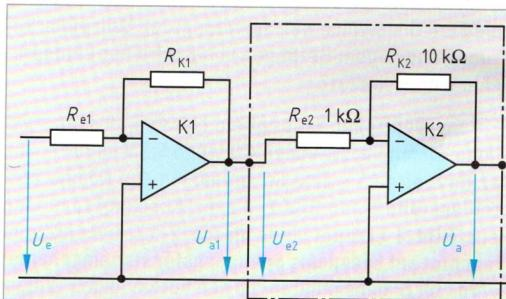

Bild 2: Invertierende Verstärkerschaltung
- Ein invertierender Verstärker mit dem Operationsverstärker K2 mit  $V = 10$  (**Bild 2**) soll mit einer Zusatzschaltung so ergänzt werden, dass der Eingangswiderstand  $R_{e1} = 100 \text{ k}\Omega$  wird und bei gleicher Ausgangsspannung  $U_a$  diese das gleiche Vorzeichen wie  $U_e$  hat. Ergänzen Sie die Schaltung und berechnen Sie  $R_{K1}$ .